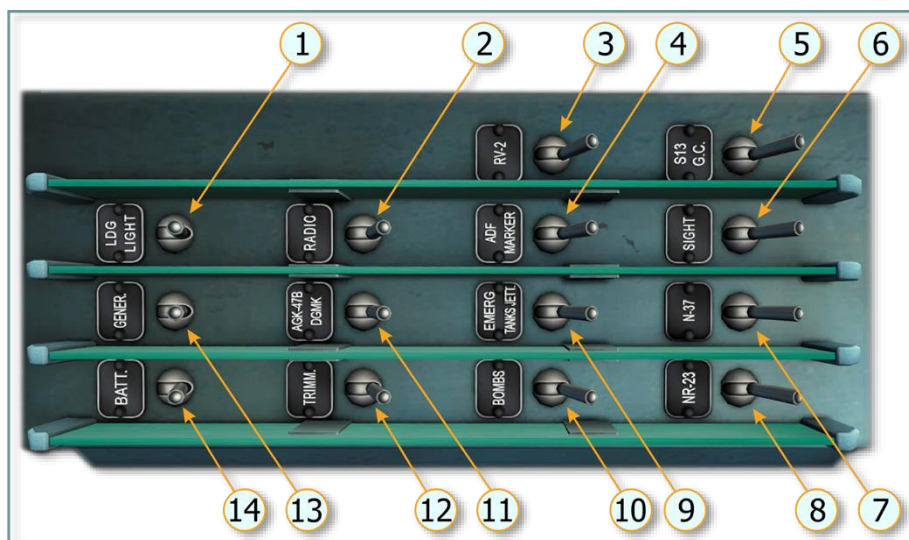

图 4.13. 右侧电力分配面板
- (14) **右侧电力分配面板**。此面板 (图 4.13) 用于开关以下设备: 指示灯、电力装置、无线电设备、配平、陀螺罗盘、姿态仪与武器相关的控制。